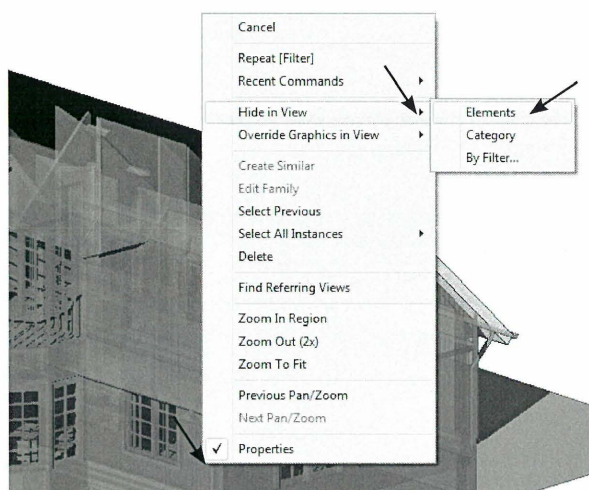

Fig. 15.08. Højreklik på et markeret område, og vælg *Hide in View - Elements*.
- Højreklik et sted på bygningen, hvor det er blå (markeret) (Fig. 15.08).
- Vælg *Hide in View - Elements* (Fig. 15.08).